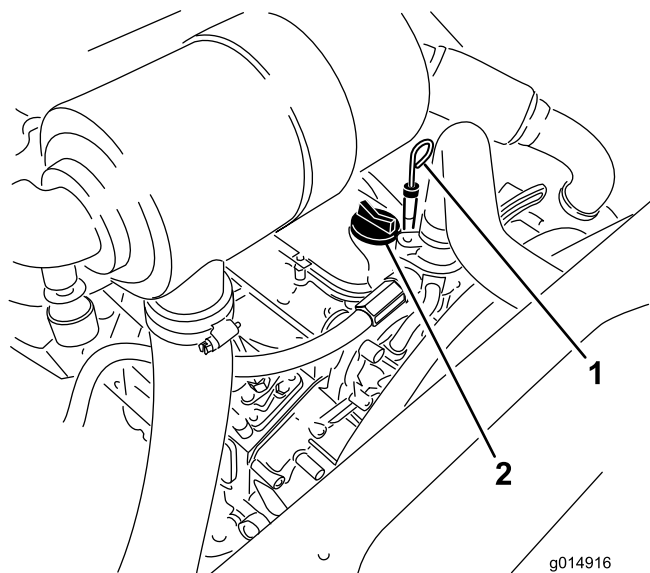

Рисунок 44
3. Извлеките измерительный щуп, тщательно протрите и снова вставьте его (Рисунок 44).
5. Если уровень масла ниже отметки Full (Полный), снимите крышку (Рисунок 44) и добавляйте масло до тех пор, пока его уровень не достигнет отметки Full (Полный).